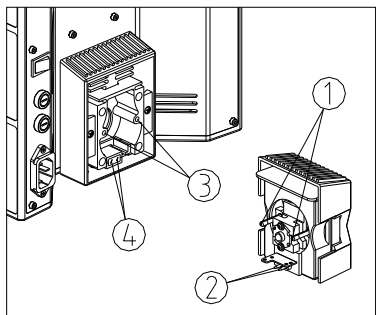

图 6
将光源组上的导向插脚①和电源插脚②分别与灯源连接座上的导向插孔③和电源插座孔④对齐，将光源组轻轻推入灯源连接座，并且推到底。（如图 6）